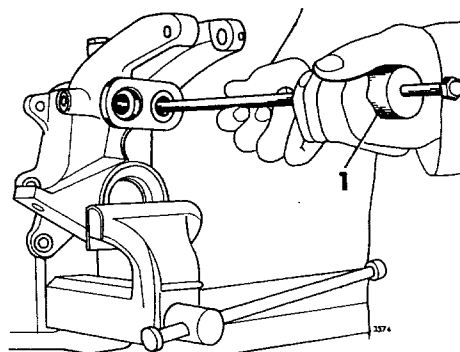

Fig 08-5. Demontering av tätningsring
9. Ta bort tätningarna vid skiftaxlarna, se fig 08-5.